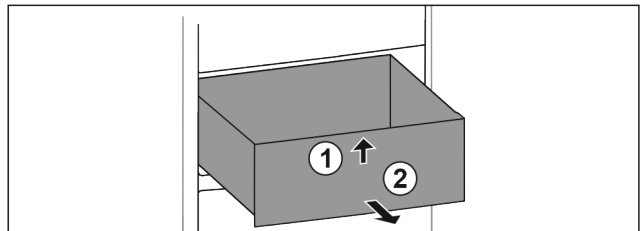

Fig. 166
- Soulever la partie avant du tiroir. *Fig. 166 (1)*.
- Retirer le tiroir par l'avant. *Fig. 166 (2)*